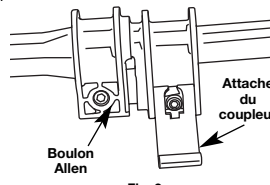

Fig. 3
3. Glissez le haut de l'axe de l'arbre inférieur dans le dessous de l'axe de l'arbre supérieur et poussez les éléments ensemble jusqu'à ce que le coupleur soit bien plaqué contre l'arbre supérieur (Fig. 3).
4. Avec une clé Allen de 4mm, serrez le boulon du dessus jusqu'à ce que le coupleur soit bien serré et ne bouge pas sur l'arbre supérieur (Fig. 3).